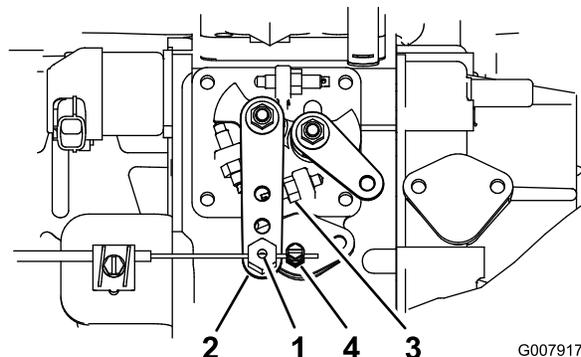

Figura 64
2. Allentate il raccordo del cavo dell'acceleratore, sul cavo dell'acceleratore, vicino alla leva della pompa di iniezione (Figura 64).
3. Tenete il braccio della leva della pompa di iniezione contro il fermo della minima superiore (Figura 64).